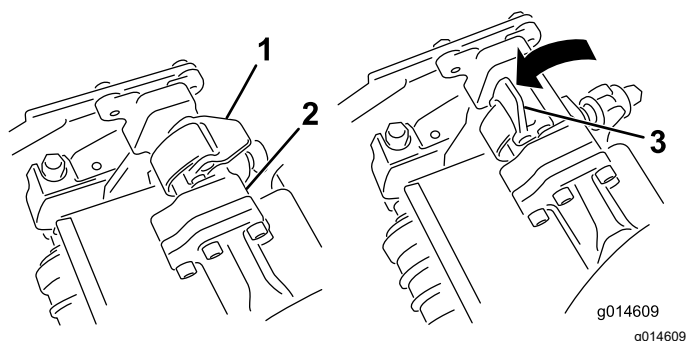
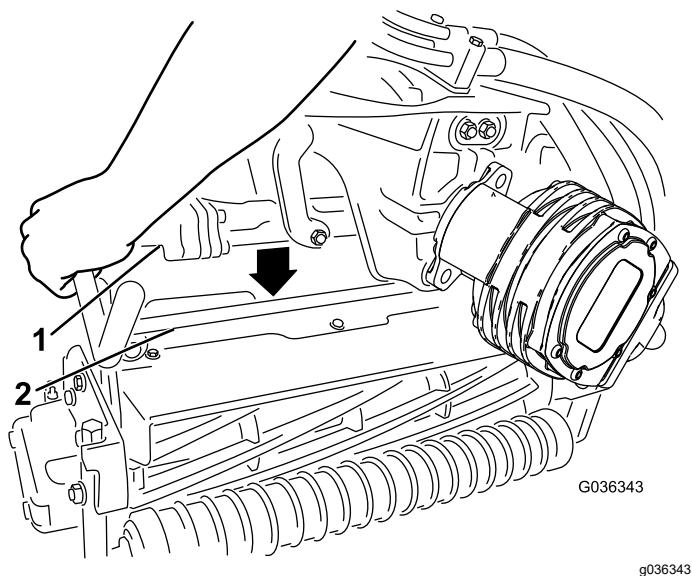

Figura 53
Figura 54
4. Con los enganches del brazo de suspensión orientados hacia arriba (es decir, abiertos (Figura 53), empuje hacia abajo el brazo de suspensión de modo que la barra encaje en la barra situada en la parte superior de la unidad de corte (Figura 54).
- Presione los enganches hacia abajo alrededor de la barra de la unidad de corte y bloquéelas (Figura 53).
5. Abra los enganches de la barra del brazo de suspensión de la unidad de corte que está retirando (Figura 53).